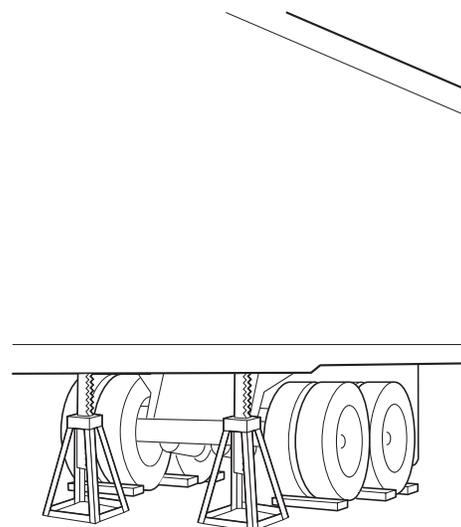

Figura 5. Preparación del remolque
1. Bloquee las llantas para prevenir que se mueva el remolque (figura 5).